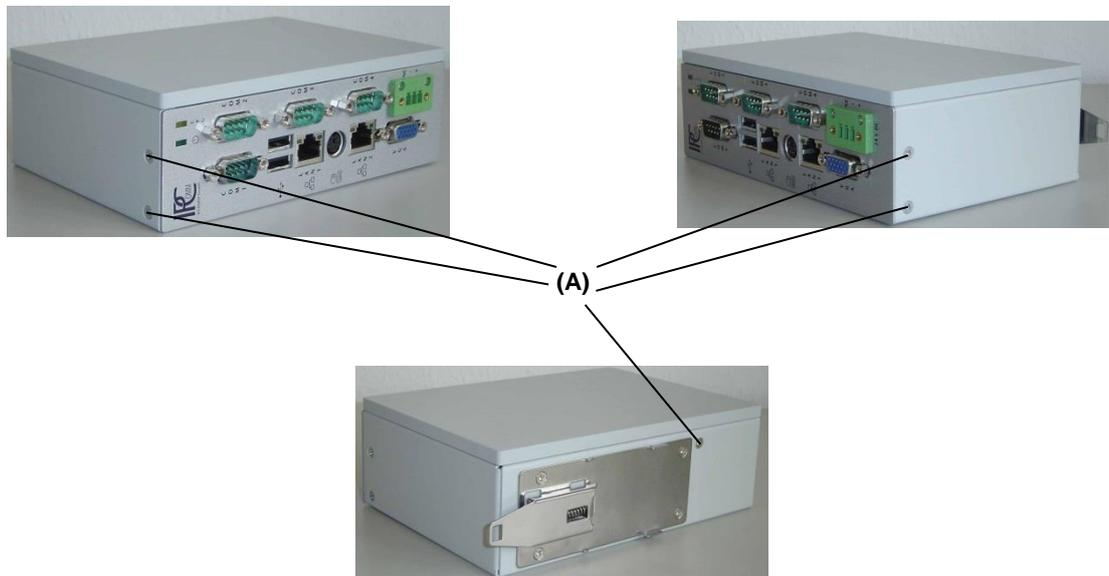
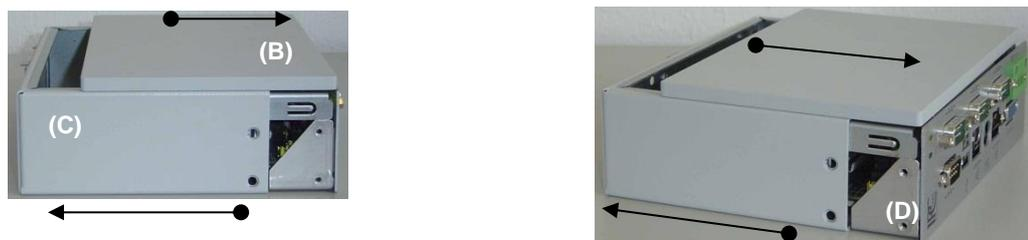

Abbildung 6: Lösen der Schrauben (A)
Abbildung 7: Demontage des Gehäusedeckels
5. Nach „Abbildung 6: Lösen der Schrauben (A)“ bzw. „Abbildung 7: Demontage des Gehäusedeckels“ kann nun die CompactFlash ausgetauscht werden. Die CompactFlash ist seitenrichtig in den CompactFlash-Halter einzusetzen (unterschiedliche seitliche Nutbreite beachten), bis diese über den Druckpunkt hinaus einrastet.
6. Die Einschubeinheit (Leiterplatteeinheit) mit dem Kühlkörper wird lagerichtig, zusammen mit der Frontplatte, in das Gehäuse eingeschoben. Die vorher gelösten Schrauben sind wieder einzusetzen und anzuziehen. (Abbildung 6: Lösen der Schrauben (A) und Abbildung 9: Zusammenbau)